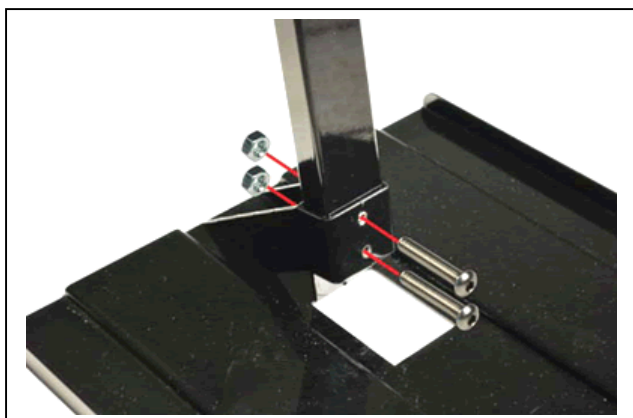

图 1: 安装底座
- 2) 选配 19255 重型支架时，按图 1、2、3、4 所示安装支架